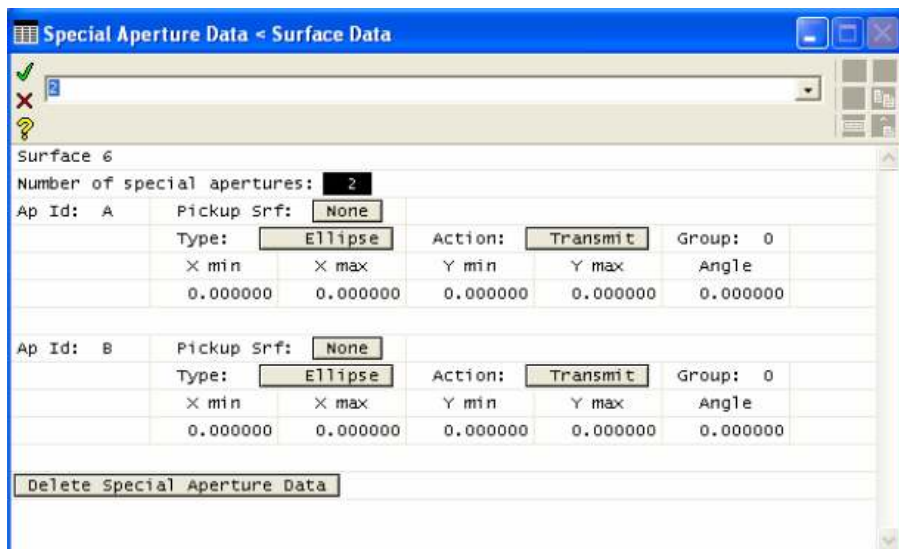

Рис. 1.13. Параметры специальной
- **Checked (K)** – все лучи, идущие за пределами апертуры. Блокируются.
- **Pickup (P)** – радиус апертуры задается по значению апертуры, заданной для одной из предыдущих поверхностей, включая все наложенные на нее условия
- **Solved (S)** – значение радиуса апертуры будет автоматически рассчитываться как сумма высот пересечения данной поверхности параксиальным осевым лучом и главным параксиальным лучом (условие отсутствия виньетирования в параксиальном приближении)
- **Apertura stop (A)** – назначает данную поверхность апертурной диафрагмой системы.
- **Reference surface (R)** – установка данного условия назначает данную поверхность приемной поверхностью, на которую падает весь пучок и относительно которой он рассчитывается. Обычно совпадает с апертурной диафрагмой. Назначение R автоматически снимает данный критерий с другой поверхности (если он ранее назначен).
- **Special aperture data** – позволяет задать апертуру отличную от аксиально симметричной путём задания параметров в открывающейся электронной таблице специальных апертур (рис.1.13).